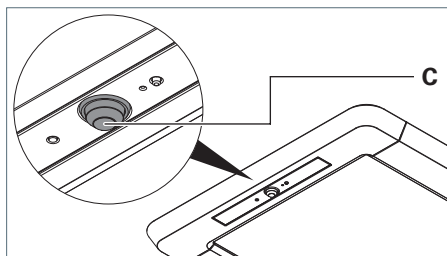
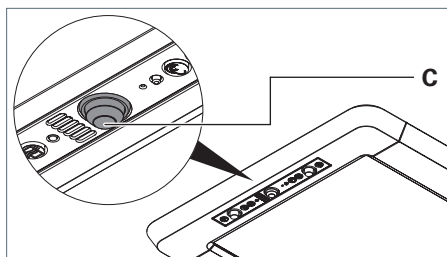

Fig. 37: Capteur PIR, modèle R.
Fig. 38: Capteur PIR, modèle RX.
- Orientez la tête sphérique **C** du capteur PIR dans le sens souhaité, voir Fig. 37 et voir Fig. 38.